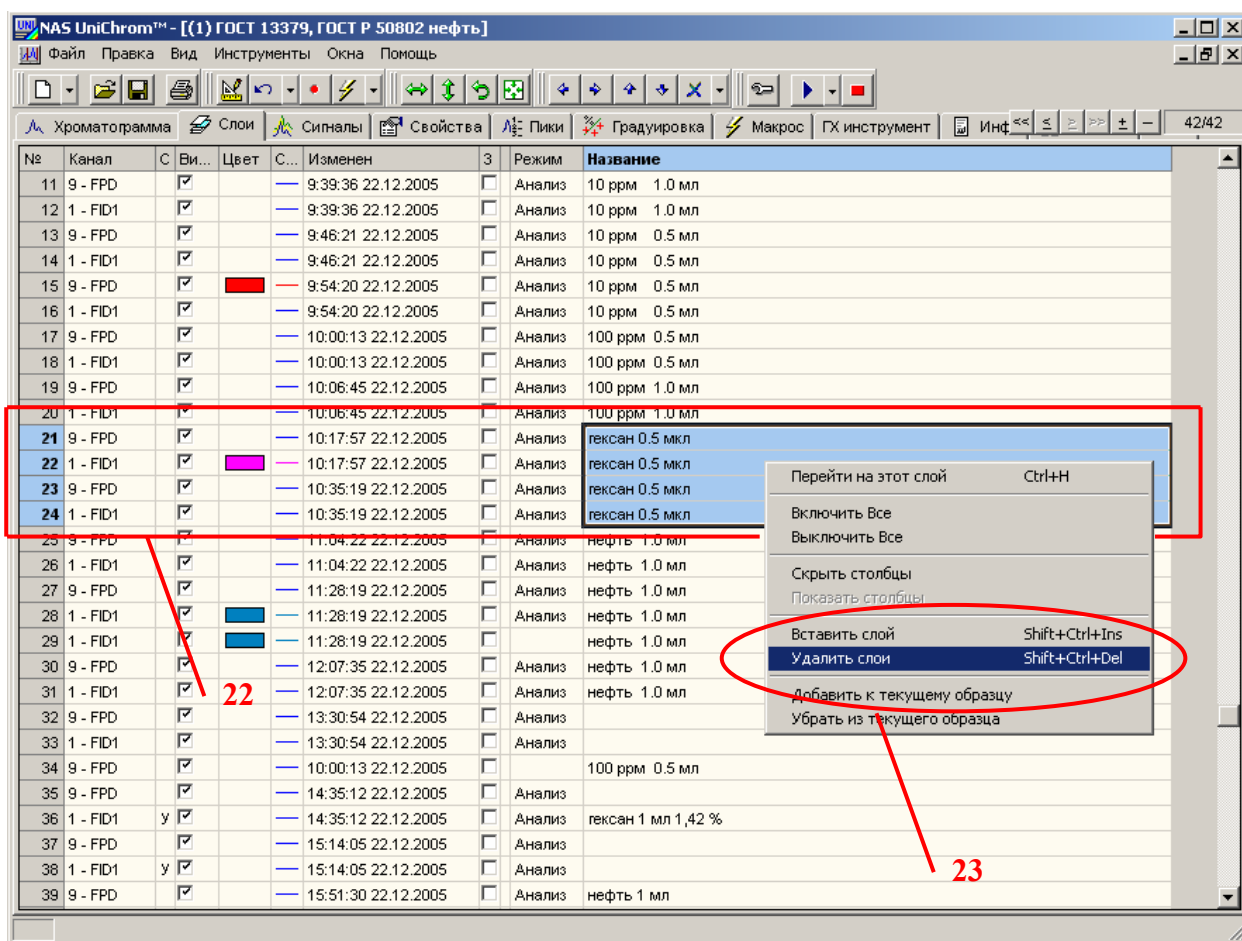

Рис. 38. Удаление слоёв данных.
- Щёлкните левой кнопкой мыши в ячейку таблицы на странице «Слои», которая соответствует удаляемому слою и, удерживая нажатой левую кнопку мыши, выделите другие ячейки, соответствующие удаляемым слоям (см. Рис. 38).